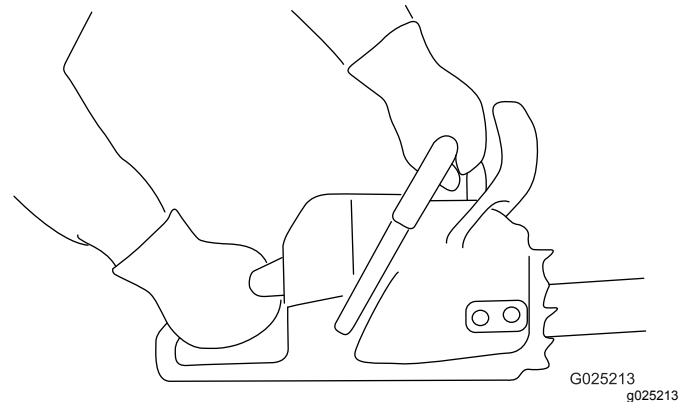

Bild 11
1. Fassen Sie die Kettensäge mit zwei Händen an, wobei Ihre linke Hand am vorderen Griff und die rechte Hand am hinteren Griff sein sollte, wie in Bild 11 abgebildet.
1. Fassen Sie die Kettensäge so an, wie in Bild 11 abgebildet.
3. Fassen Sie die Kettensäge so an, wie in Bild 11 abgebildet.